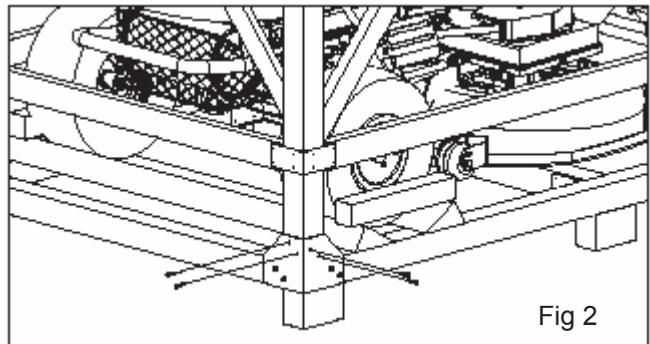

Fig 2
2. Défaitez la vis aux 4 coins. (Fig 2)